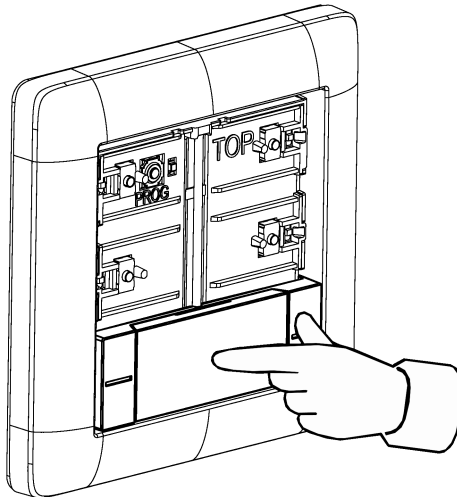

Bild 9: Bedienwippe mittig andrücken
- Mittig auf die Bedienwippe drücken (siehe Bild 9).